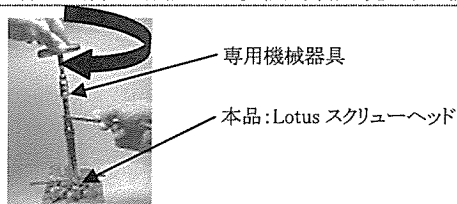
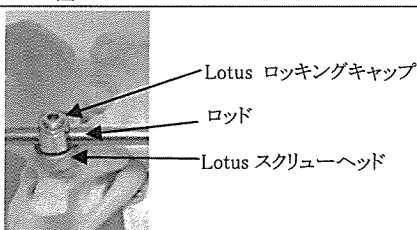

図 5
図 6
(3)専用機械器具の先端に取り付けた、本品:Lotus ロッキングキャップを、本品:Lotus スクリューヘッドの上へ嵌め込む。嵌め込んだ後、専用機械器具を時計回りに 90 度回転させ(図 5 中、太矢印方向)、本品:Lotus スクリューヘッド、Lotus ロッキングキャップを確実に締結させた後(図 5)、術を完了する(図 6)。